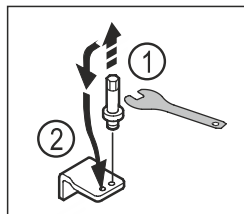

Fig. 18
- ▶ S ključem z zunanjim šestkotnikom velikosti 5 odvijte sornik spodnjega ležajnega podstavka. Fig. 18 (1)
- ▶ Sornik vstavite na nasprotni strani. Fig. 18 (2)